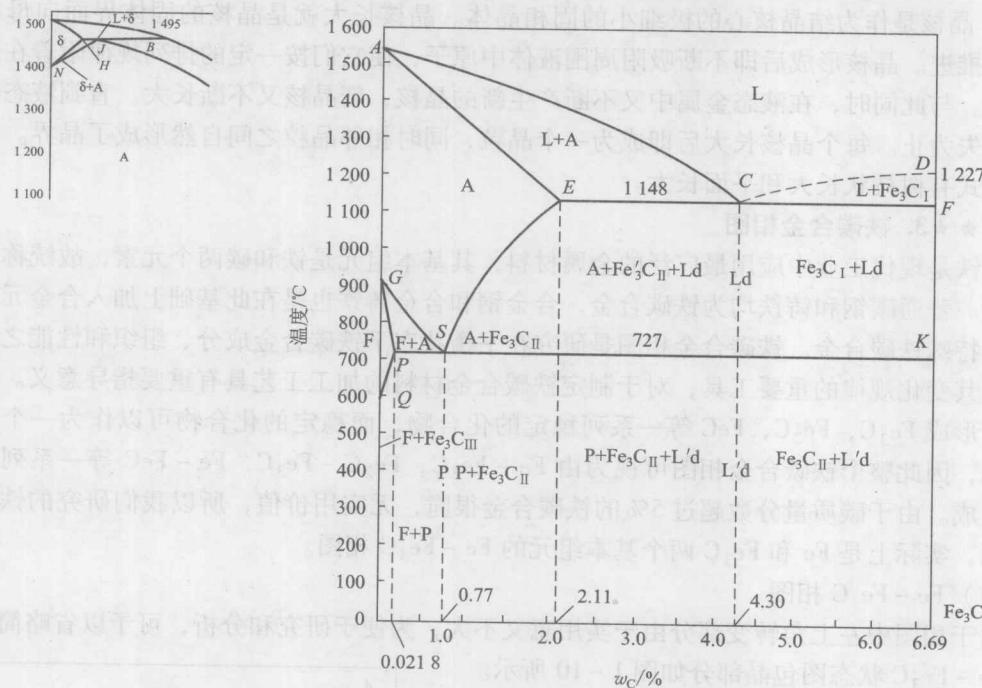

图 1-11 简化后的 Fe -  $Fe_3C$  相图
② 简化后的 Fe -  $Fe_3C$  相图如图 1-11 所示。图中主要特性线及其意义如下：